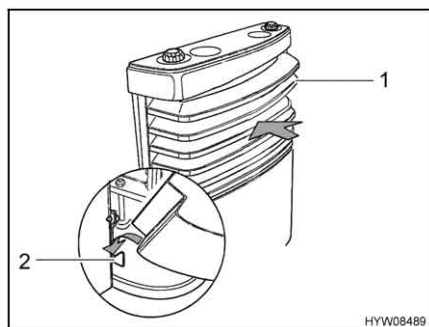

Fig. 100 Copertura del riscaldamento (supporti inferiori)
- Montare la copertura del riscaldamento. A tale scopo, collocare la copertura (Fig. 100,1) sui supporti inferiori (Fig. 100,2).